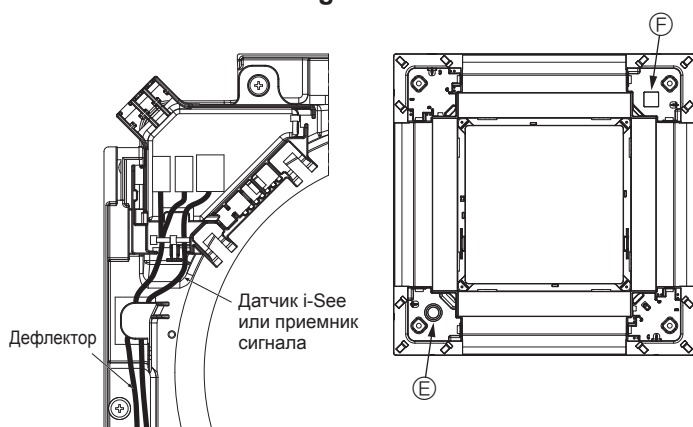

Fig. 10-13
- Проложите провода датчика i-See и приемника сигнала, как показано на Fig. 10-13.